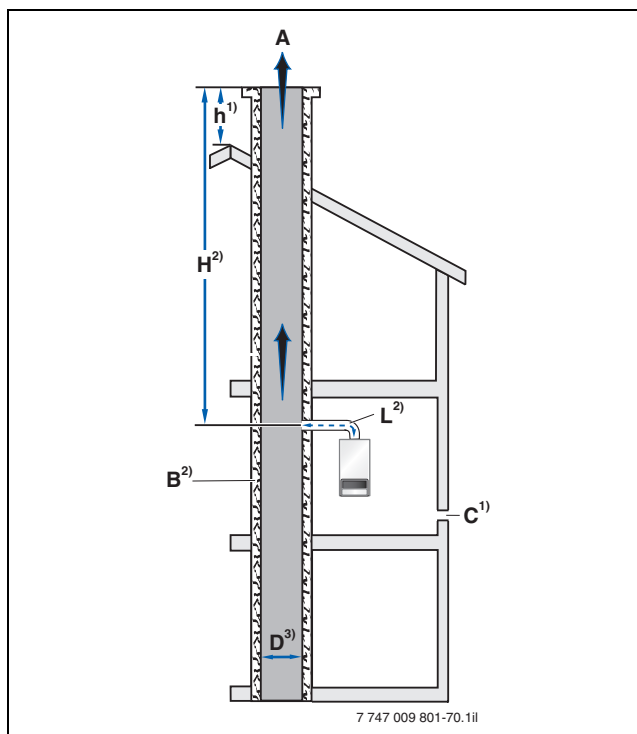

Bild 70 Normen für den Anschluss eines U154 an eine eigene Abgasanlage
- Die kleinste Schornsteinhöhe h über dem Dachfirst wird durch die Landesfeuerungsverordnung bestimmt (→ Bild 70).